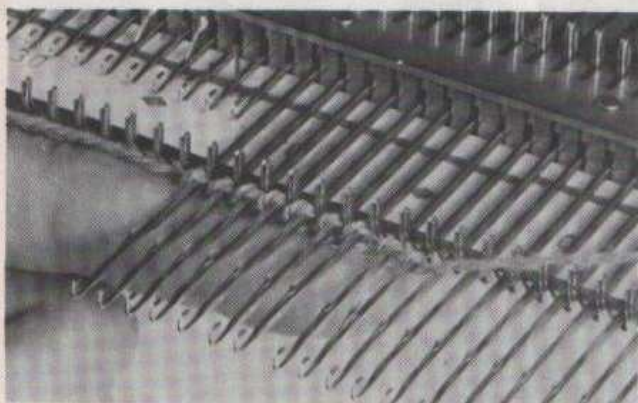

Fig. 57
- Pousser, au fur-et-à-mesure, les boucles ainsi formées avec l'index de la main gauche, contre les becs de la fonture (fig. 57),